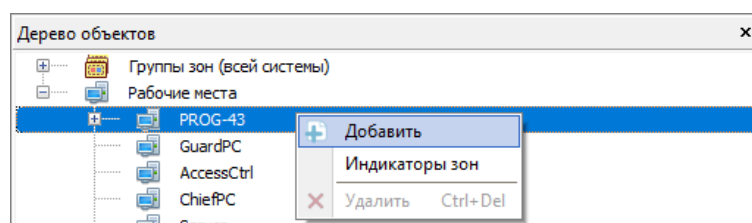

Рисунок 6-532 Контекстное меню для рабочего места в дереве планов
- либо кликните правой клавишей мыши по рабочему месту в дереве планов и выберите в контекстном меню рабочего места (см. Рисунок 6-532) команду «Добавить»;